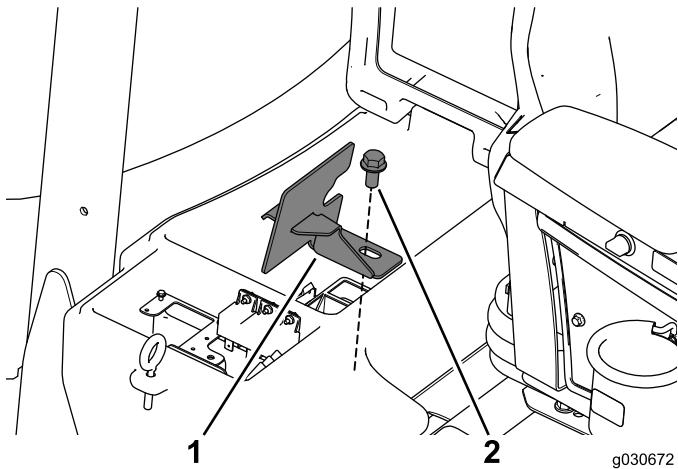

Figure 4
5. Déposez le boulon et l'étrier de fixation de la batterie, et mettez-les de côté (Figure 4).